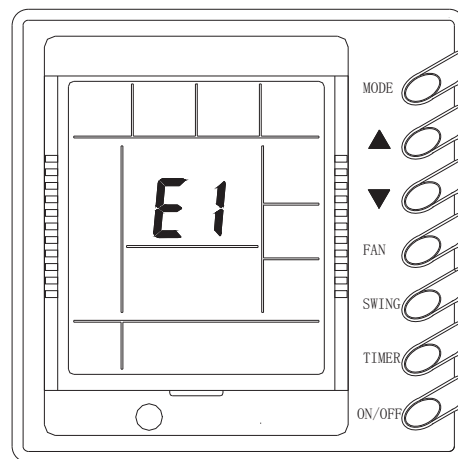

Рис.9
- При неисправности на дисплее проводного пульта управления отобразиться код ошибки. На рис.9 показана ошибка E1-защита компрессора по высокому давлению.